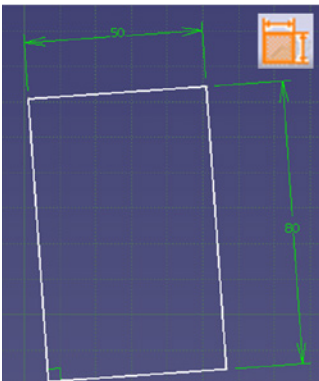

Bild 4.13 Formstabiles Rechteck
4. Formstabilität schaffen: Mithilfe der interaktiven Prüfung können Sie schnell feststellen, welche *Constraints (Zwangsbedingungen)* zur Definition eines formstabilen Profils noch fehlen. Fassen Sie dazu einen der Eckpunkte an, und bewegen Sie die Maus hin und her. Die noch fehlenden Bemaßungen Höhe (**80 mm**) und Breite (**50 mm**) werden über die Funktion *Constraint (Bedingung)* gesetzt. Wählen Sie dazu zwei gegenüberliegende Körperkanten aus, um die dazwischenliegenden Kanten in ihrer Länge zu definieren. Beim Setzen derartiger Abstandsbedingungen verschwinden die geometrischen Bedingungen *Parallelism (Parallelität)*. Per Definition sind diese in der Abstandsbeziehung enthalten. Eine erneute interaktive Prüfung zeigt, dass sich das Profil nun weder in seiner Geometrie noch in seinen Abmaßen verändern lässt. Es ist formstabil. Veränderungen am Profil können nur noch über die Eingabemasken der Bemaßungsbedingungen (Doppelklick auf das zu verändernde Maß) oder durch Löschen von geometrischen Bedingungen vorgenommen werden (Bild 4.13).